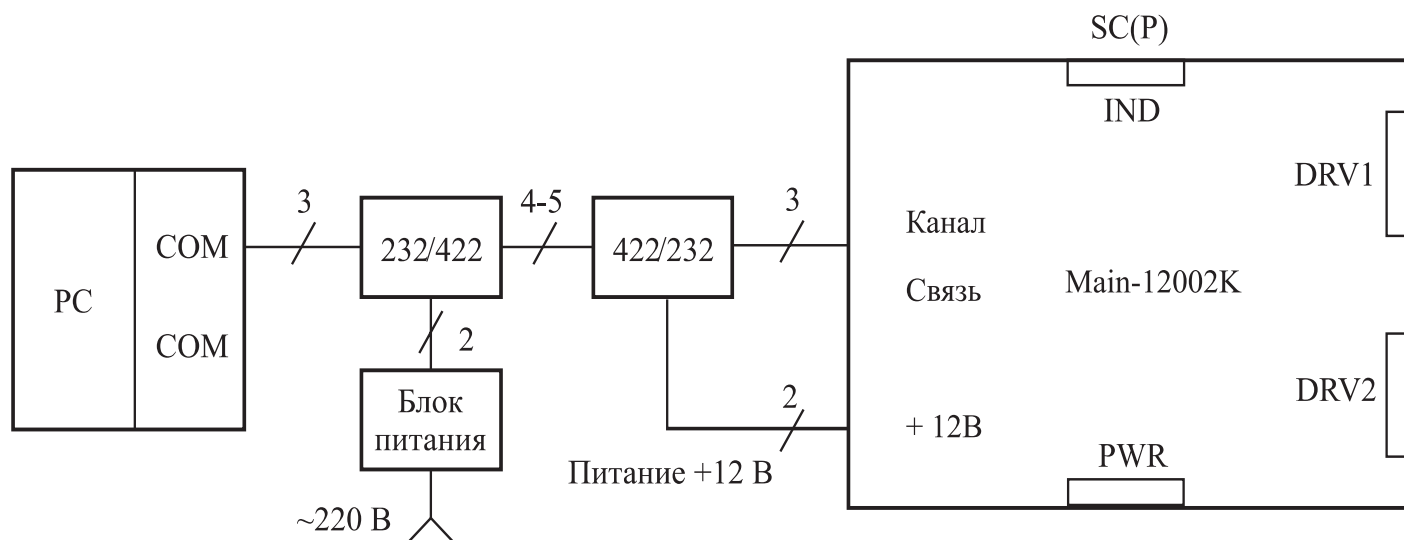

Рисунок 3 – Подключение SE-12001
2.2.3 Монтаж SC(P) (только связь с PC) при использовании удлинителя линии связи ПК-базовый контроллер (см. Рисунок 3, Приложение В)